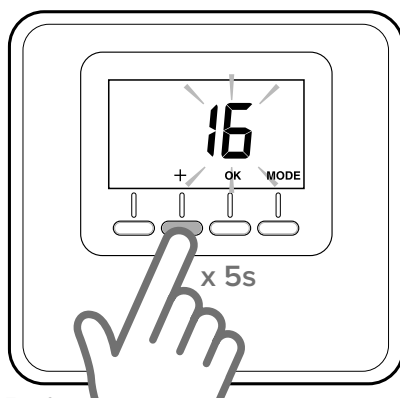

Fig. 6
- Premere il tasto “+” sul sensore ambiente (fig. 6) per 5 secondi. Il display mostra, alternando, la versione software e l'indice di modifica